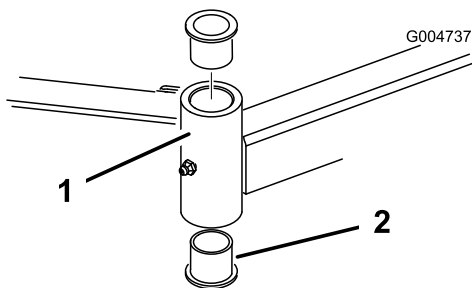

Figura 84
4. Introduza um punção para cavilhas na zona superior ou inferior do tubo de montagem e retire o casquilho para fora do tubo (Figura 84).